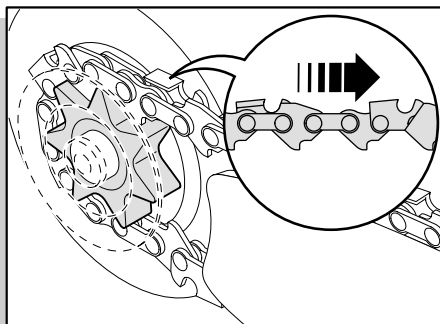

fig. 3
- Anbring kæden på drivhjulet (koblingshus) (fig. 3) med tænderne pegende fremad (mod sværdets spids). Placér kædens drivled, så de er i korrekt indgreb med drivhjulets tænder.